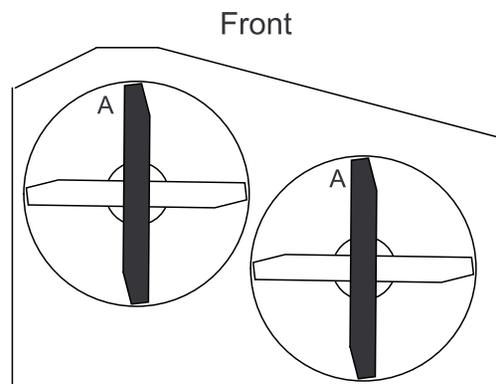

Figura 48
3. Girate le lame fino a disporle in parallelo con la lunghezza della macchina. Misurate la distanza da un piano orizzontale al bordo tagliente (posizione A) delle lame (Figura 48).